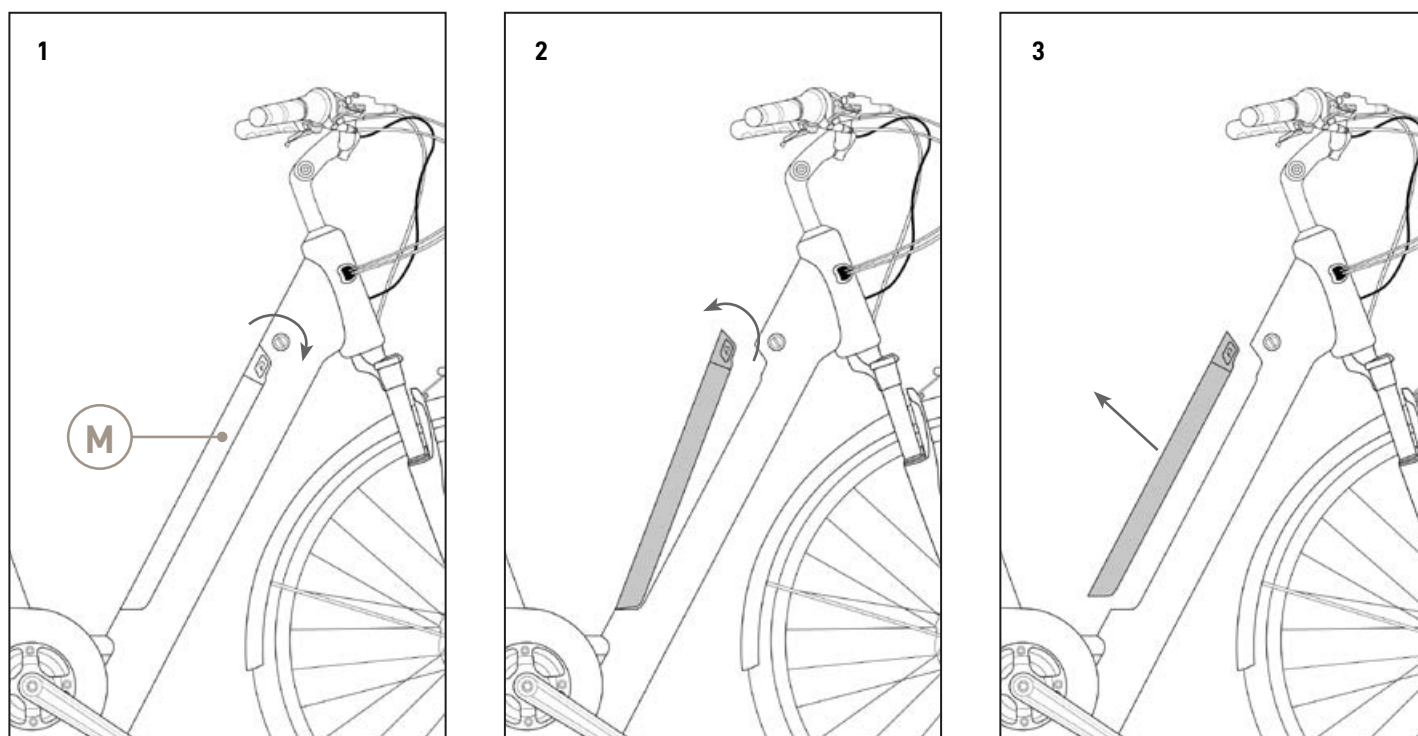

FIG. 12
La bicicletta fornisce assistenza alla pedalata mediante un motore elettrico alimentato dalla batteria posta nel tubo obliquo della struttura del telaio (Rif M - Fig.12). È possibile visualizzare lo stato di carica della batteria direttamente dal display, oppure dall'indicatore di ricarica posto sul corpo della batteria stessa (Fig. 11).
2. Sganciare e sollevare la batteria (Fig. 12 - 2);